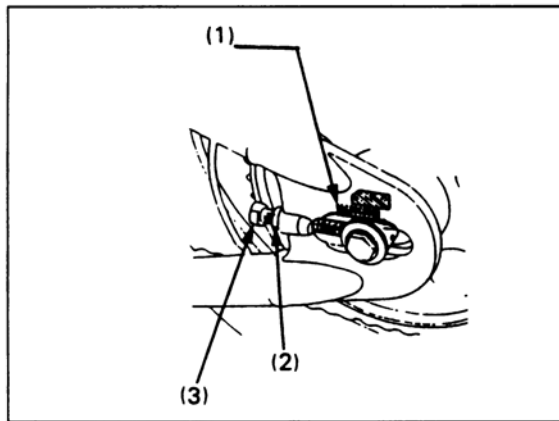

Bild 19
● Falls rotes Anzeigefeld ② Bild 19 auf Verschleissplakette ① mit Pfeilmarke am Ketteneinsteller ③ fluchtet, muss Kette gewechselt werden. O-Ring-Ketten besitzen ab Werk vernietetes Kettenschloss, zum Wechseln muss deshalb Schwinge ausgebaut werden (siehe Seite 77).